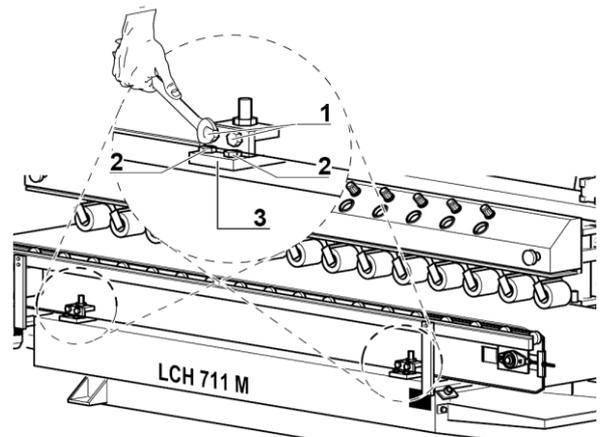

Fig. 51
2. Dévisser les vis qui fixent l'équerre de support (Fig. 51/1-2).
3. Déboîter les deux équerres de support (Fig. 51/3).
8. Introduire les deux équerres de support (Fig. 51/3).